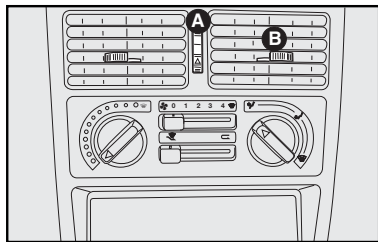

fig. 30
DIFUSORES ORIENTABLES Y REGULABLES fig. 30 y 31
4) Mando para regulación de la cantidad de aire en los difusores centrales **A-fig. 30**: posición difusor cerrado.